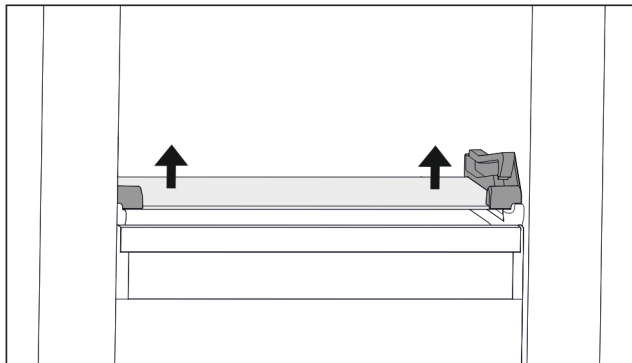

Fig. 66 Placa de sticlă a sertarului înclinabil
- ▶ Apăsați placa de sticlă de jos în sus pe ambele părți. (vezi Fig. 66)